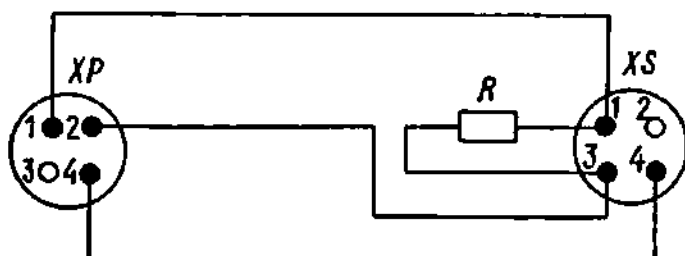

Рис. 3. Схема соединения кабеля
5.4. Кабель (схема его соединения изображена на рис. 3) предназначен для электрического соединения блока измерительного вакуумметра с преобразователем ПМТ-6-3. Он состоит из вилки 2PМI4КПI34ШVI, провода НВМ-0, I2II - 500 В, одетого в трубку (ШТВ-40-230-6) и плетенку (ПМI3x6), и розетки 2PМ22КПI34ГЗVI. В розетке 2PМ22КПI34ГЗVI смонтирован термокомпенсационный резистор R.